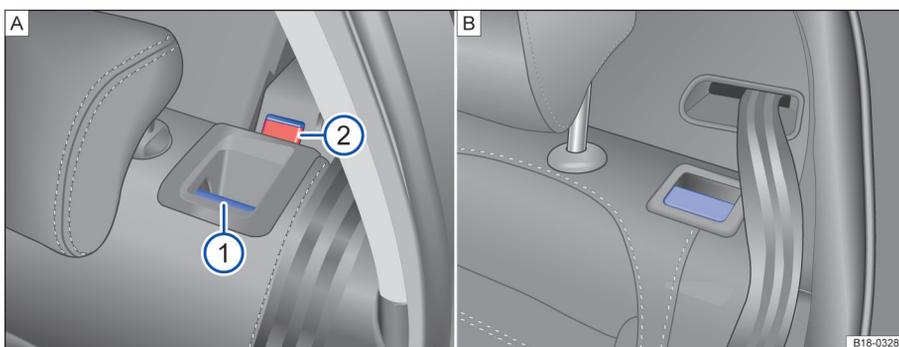
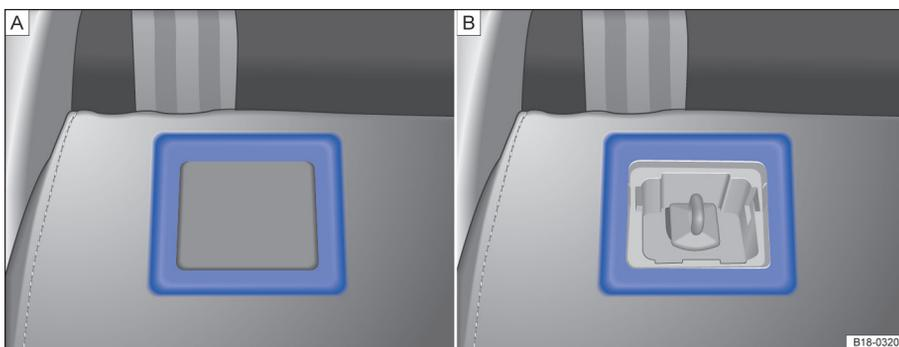

图 107 后排座椅靠背：分离按钮
图 108 部分车型调整后座靠背
- 向前拉分离按钮⇒图 107 ①，同时前折靠背。
- 松开后排座椅靠背后应能看见按钮上的红色标记②。
- 部分车型抓住相应的后排座椅靠背上部，拉起座椅上部的解锁装置⇒图 107；部分车型用钩子拉起座椅上部的解锁装置⇒图 108。并向前翻折靠背，将靠背压到座垫上。